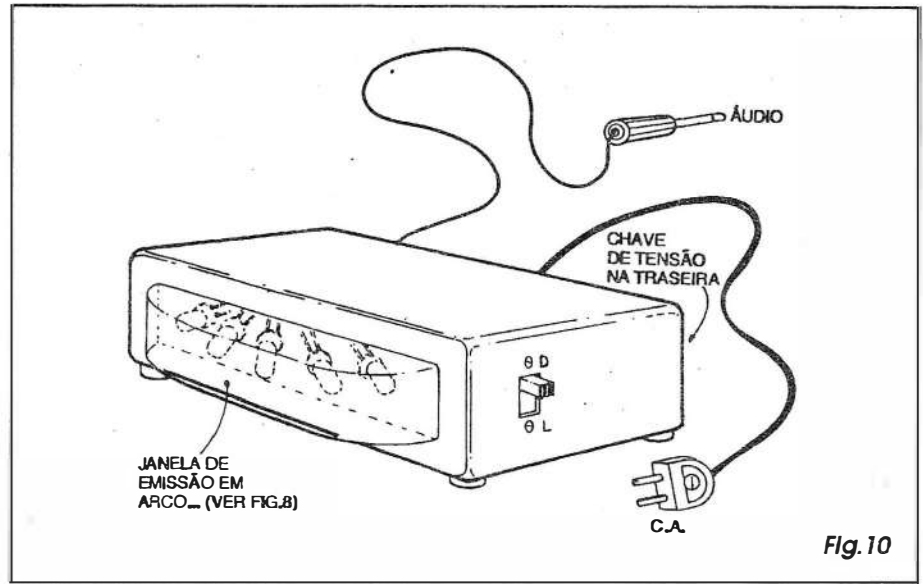

Fig.10
- FIG. 10 - SUGESTÃO DE ENCAIXAMENTO E ACABAMENTO PARA O MÓDULO TRANSMISSOR DO FOSF...